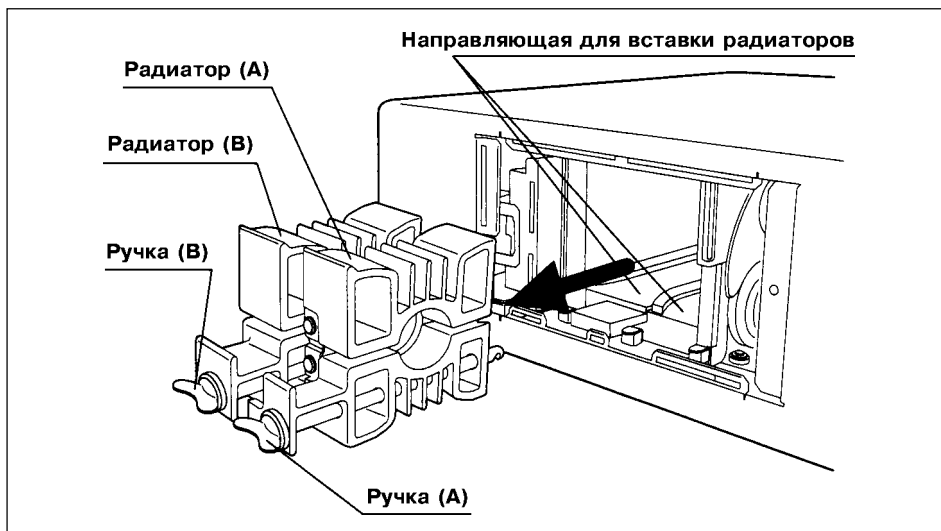

Рис. 6.2.
5. Удерживая радиаторы (А) и (В) за ручки (А) и (В) или за выступающие части, извлеките их вместе с закреплённой между ними рабочей лампой (см. рис. 6.2).